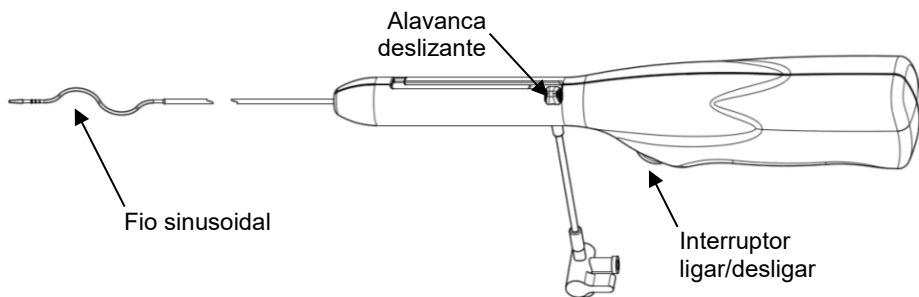

Figura 2
2. Retire o sistema de trombectomia rotativa CLEANER XT™ da embalagem. Acione o interruptor ligar/desligar para se certificar de que o fio sinusoidal roda livremente (consulte a Figura 2). Solte o interruptor para desligar o rotador. **Precaução: não utilize o dispositivo caso este não se ative de imediato depois de ligar o interruptor não desative de imediato depois de soltar o interruptor.**
2. Retire o sistema de trombectomia rotativa CLEANER XT™ da embalagem. Acione o interruptor ligar/desligar para se certificar de que o fio sinusoidal roda livremente (consulte a Figura 2). Solte o interruptor para parar o rotador. **Precaução: não utilize o dispositivo caso este não se ative de imediato depois de acionar o interruptor nem se desative de imediato depois de soltar o interruptor.**